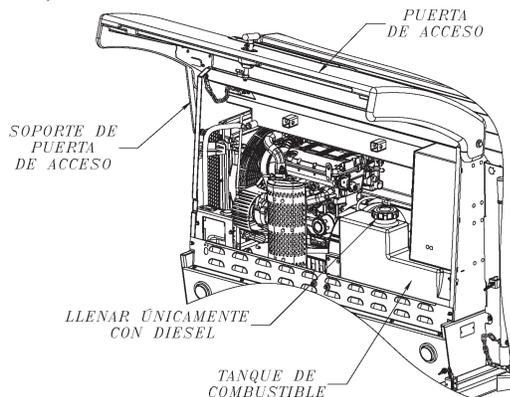

Figura 12. Abasteciendo combustible
2. Levante la puerta de acceso de la **CTI6000K** (Figura 12) del lado contrario al panel de control. Ajuste el soporte de retención de la puerta para mantenerla abierta (hacia arriba).
3. Quite la tapa del tanque del combustible, como se muestra en la Figura 12.